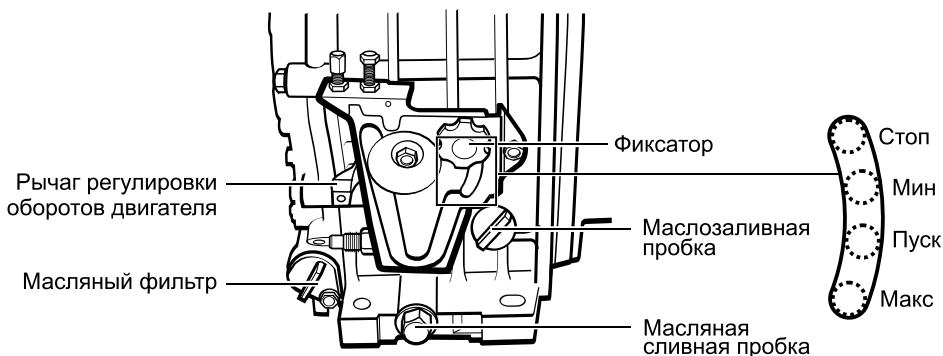

Рис. 7
- Управление работой мотопомпы осуществляется с помощью фиксатора и шкалы на блоке управления (рис. 7). Чтобы переместить фиксатор в нужное положение, открутите его против часовой стрелки, чтобы зафиксировать — закрутите по часовой стрелке.
- Установите фиксатор оборотов двигателя на блоке управления запуском и оборотами двигателя в положение «ПУСК» (рис. 7) и зафиксируйте, закрутив его.
- После запуска переведите фиксатор оборотов двигателя на блоке управления запуском и оборотами двигателя в положение «МИН» (рис. 7) и зафиксируйте.
- Установите фиксатор оборотов двигателя на блоке управления запуском и оборотами двигателя в положение «ПУСК» (рис. 7) и зафиксируйте, закрутив его. **Ни в коем случае не устанавливайте фиксатор в положение «МАКС»!**